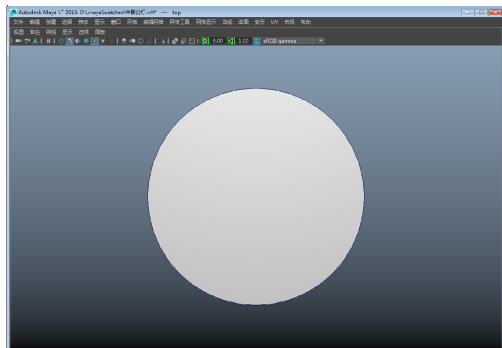

图 3-122 封口
- 11 在透视图中旋转一下模型，显示出底座的面。单击鼠标右键，选择标记菜单中的【等参线】命令，单击选取底座底面等参线，执行【曲面】|【平面】命令将其封口，如图 3-122 所示。